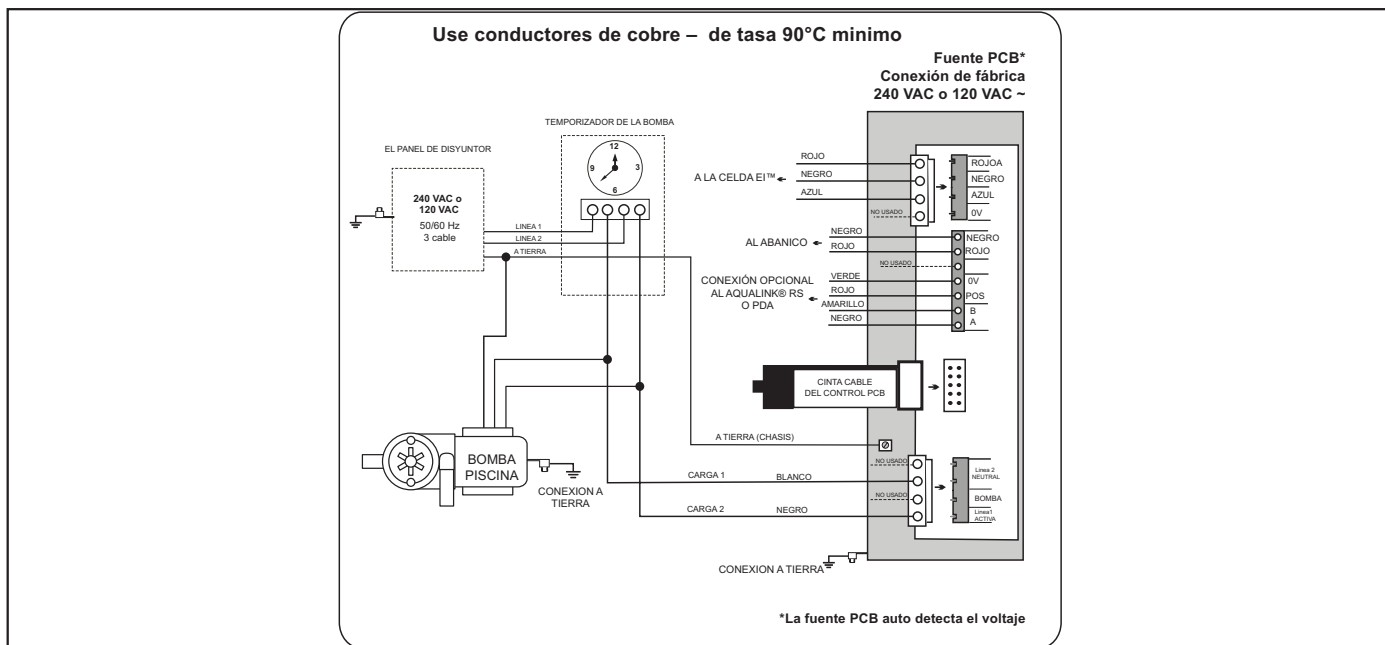

Figura 18. Diagrama de alambrado de 240 VAC o 120 VAC
1. Conecte la fuente de energía a la energía electrica de la bomba de la piscina utilizando un cable 3,0 mm² (AWG # 12) con aislamiento de conducto. La fuente de energía debe estar conectado al interruptor del motor de la bomba o el temporizador automático (temporizador de la bomba de la piscina) como se muestra en la Figura 18.